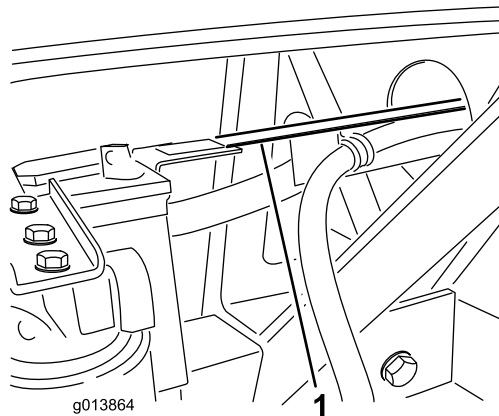

図 10
5. ホースガイドが、バッテリーレイの垂直の足から出ているタブの上に載るようにする (図 10)。もしホースガイドの中のホースがバッテリーレイのタブの穴に合わない場合には、ホースガイドの長さを調整してみるホースガイドを油圧タンクのブラケットに固定しているボルトをゆるめて、ホースガイドを前後に移動させる。
6. ホースガイドをバッテリーレイのタブに取り付けるボルト $\frac{1}{4} \times \frac{3}{4}$ " 2本、フランジロックナットを使用する (図 10)。